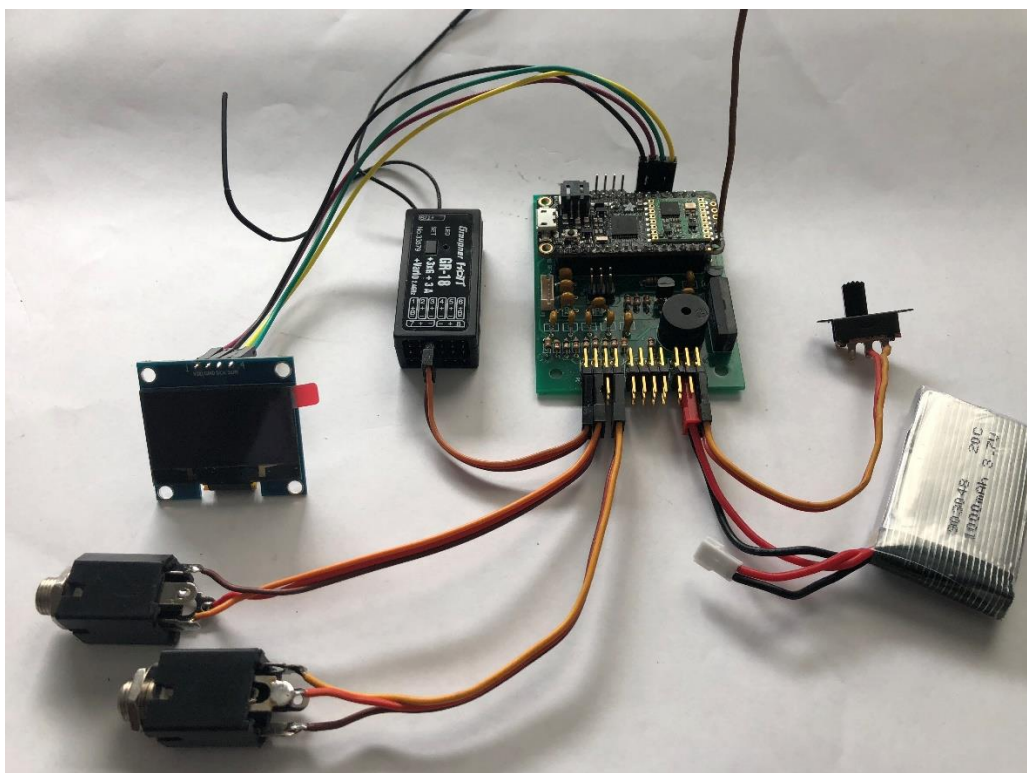

Abb. 12
- 6.6 Um ein F5B/F-Training möglichst realitätsnah zu einem Wettbewerb durchführen zu können, ist noch ein weiterer Drücker zur Freigabe der Runde anzuschließen (siehe Abb. 12).